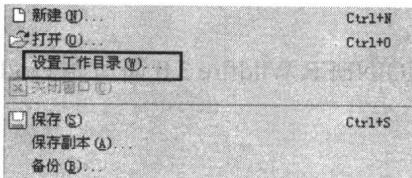
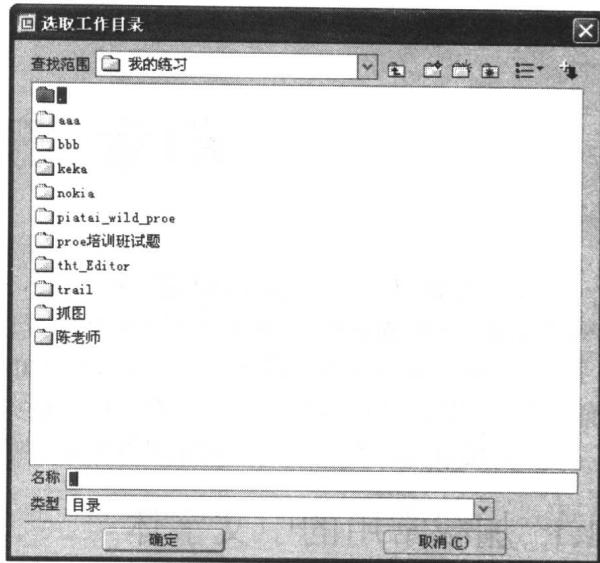

图1-1
图1-2
(1) 选择菜单命令【文件】/【设置工作目录】（参见图 1-1），弹出【选取工作目录】对话框，如图 1-2 所示。选择工作目录，本书的工作目录为“我的练习”，单击 **确定** 按钮完成。